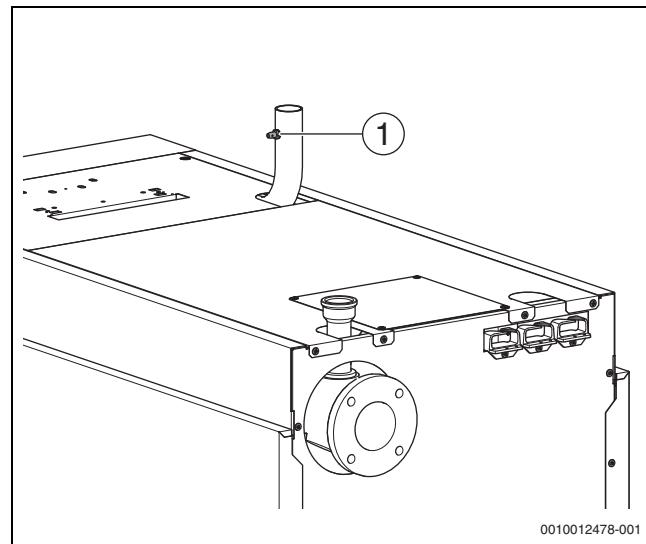

Bild 29 Gasleitung entlüften
- Verschlusschraube des Prüfnippels (→ Bild 29, [1], Seite 29) für den Gas-Anschlussdruck und Entlüftung um 2 Umdrehungen lösen.